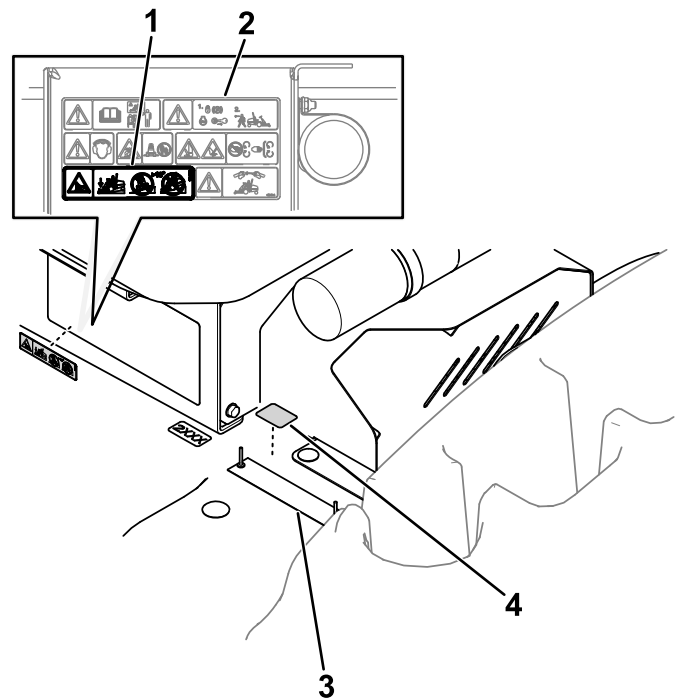

Bild 14
2. Bringen Sie den entsprechenden Aufkleber in der Nähe des Typenschilds an, wie in Bild 14 dargestellt.
3. Bringen Sie den Warnaufkleber auf der Fläche an, wie unter Bild 14 dargestellt.
Wichtig: Vergewissern Sie sich, dass die unter Bild 14 dargestellten Flächen sauber und trocken sind, bevor Sie die Aufkleber anbringen.